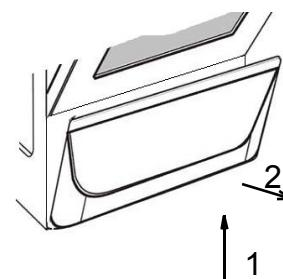

Рисунок 9 – Открывание дверцы хозяйственного отделения
7.5.1 Для того, чтобы открыть дверцу хозяйственного отделения, необходимо ее слегка приподнять на 5-6 мм (движение 1) и, поддерживая, открыть на себя (движение 2) – рисунок 9.